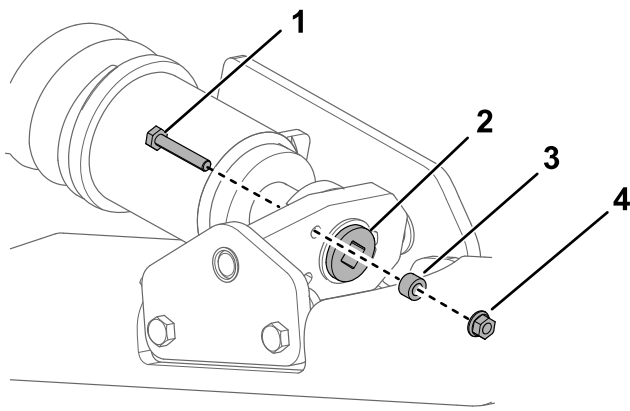
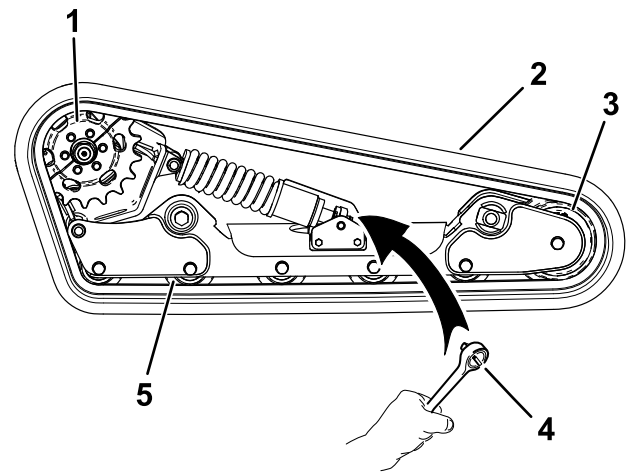

Figure 57
Figure 61
4. Enlevez le boulon de blocage, l'entretoise et l'écrou (Figure 57).
6. Alignez l'encoche la plus proche dans la vis de tension et le trou du boulon de blocage, et fixez la vis avec le boulon et l'écrou de blocage (Figure 57).
- Enlevez le boulon de blocage, l'entretoise et l'écrou (Figure 57).
- À l'aide d'une clé à cliquet de 1/2", tournez la vis de tension dans le sens horaire pour détendre la transmission (Figure 57 et Figure 61).
- Galet de roulement (5)
- Retirez les 3 boulons qui fixent la moitié de pignon qui n'est pas engagée sur la chenille (Figure 61).
14. Enroulez la chenille neuve autour de la roue avant, puis autour du moyeu d'entraînement sur le côté sans pignon (Figure 61).
15. Poussez la chenille sous et entre les galets de roulement, puis enroulez-la autour du cadre (Figure 61).